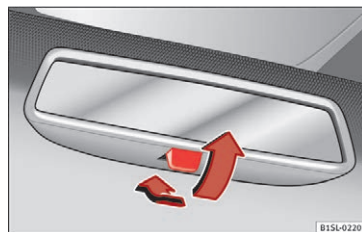

Fig. 116 Bakspejl med manuel afblænding
- For at afblænde bakspejlet skal du trække armen bagud »» Fig. 116.